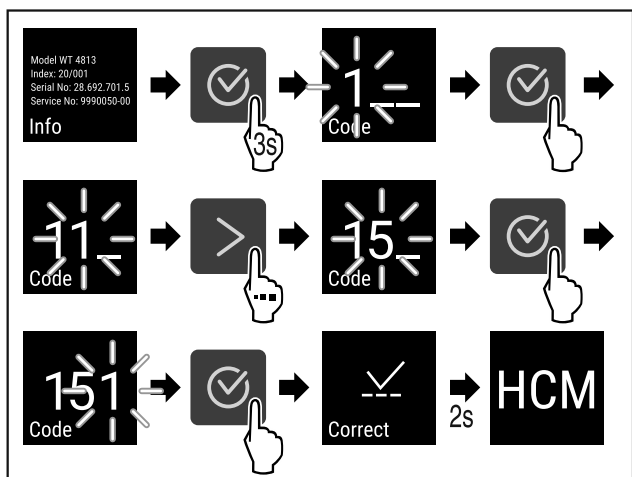

Fig. 60
- ▶ Handlungsschritte (siehe Fig. 60) durchführen.